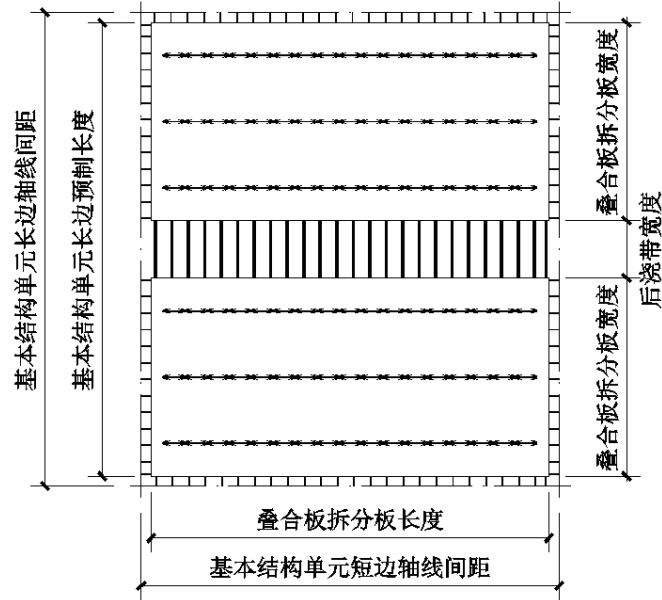

图 4.2.1 叠合板拆分布置示意
4.2.1 沿基本结构单元长边方向拆分为 2 块叠合板时,布置方式如图 4.2.1 所示。
当拆分为 3 块及以上叠合板时,可参照图 4.2.1 沿基本结构单元长边方向依次布置。